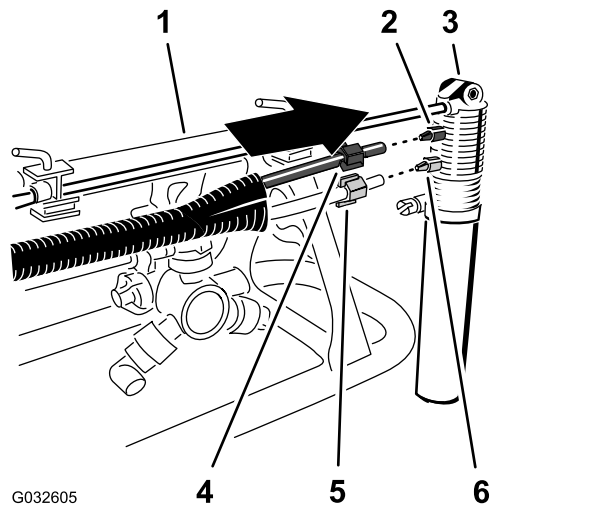

Figura 23
- Coloque la tuerca de compresión azul sobre los extremos del tubo azul, y coloque la tuerca de compresión blanca sobre el tubo transparente (Figura 23).
- Alinee el extremo del tubo transparente con tuerca de compresión blanca al acoplamiento blanco de la boquilla del marcador de espuma, y apriete la tuerca de compresión a mano (Figura 23).
- Alinee el extremo del tubo azul con tuerca de compresión azul con el acoplamiento azul de la boquilla del marcador de espuma, y apriete la tuerca de compresión a mano (Figura 23).